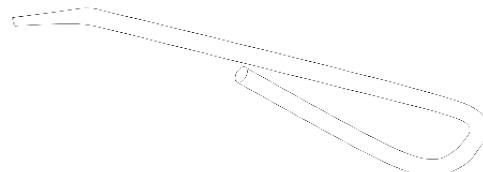

Рис. 7.3. Ключ.
- Подключите кабельный разъём плазмоторна к разъёму аппарата на передней панели (См. рис 7.4, 7.5). Используйте ключ (См. рис. 7.3).